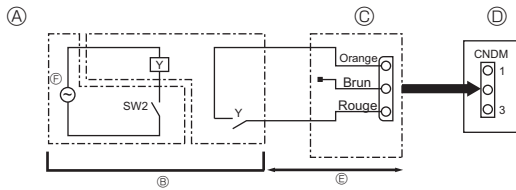

Fig. 10-2
10.2. Fonctions spéciales (modification sur site) (Fig. 10-2) (pour climatiseurs uniquement)